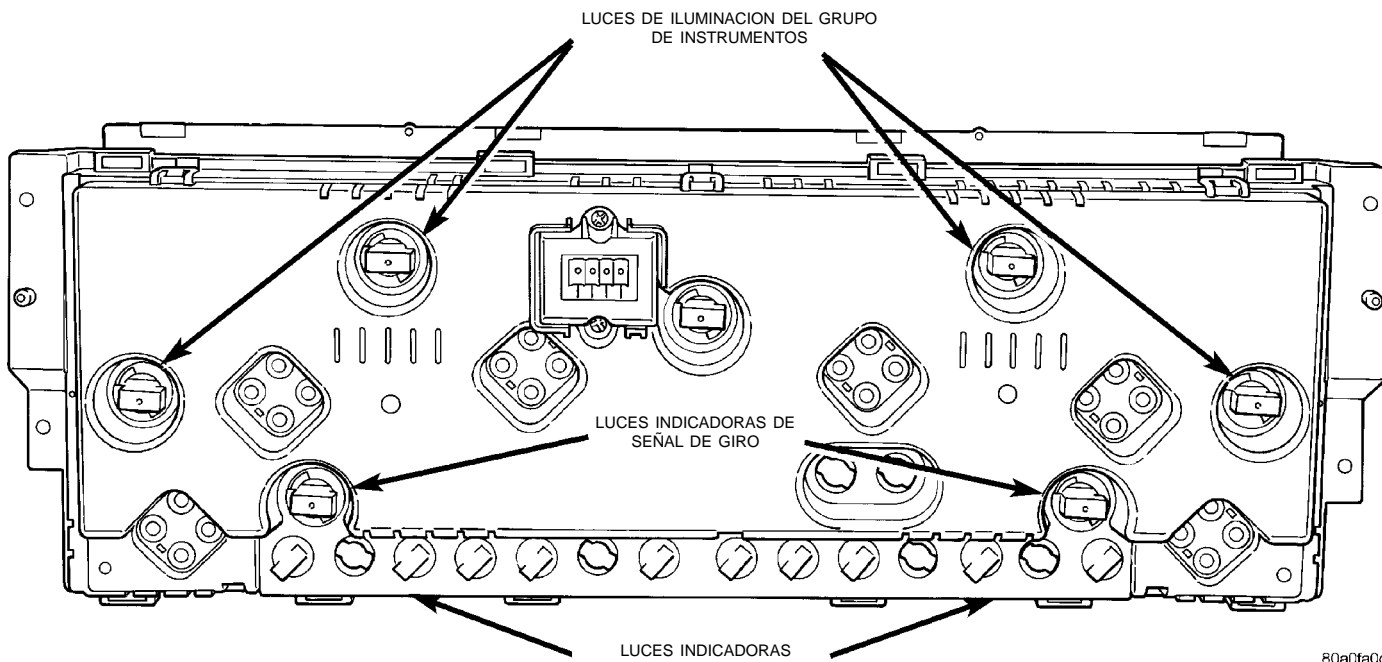

Fig. 8 Posiciones de las bombillas del grupo de instrumentos
(1) Retire el grupo de instrumentos como se describe en este grupo.
(2) Retire la bombilla y portabombilla de la parte trasera de la caja del grupo de instrumentos, girando hacia la izquierda el portabombilla (Fig. 8).
(3) Extraiga la bombilla del portabombilla.